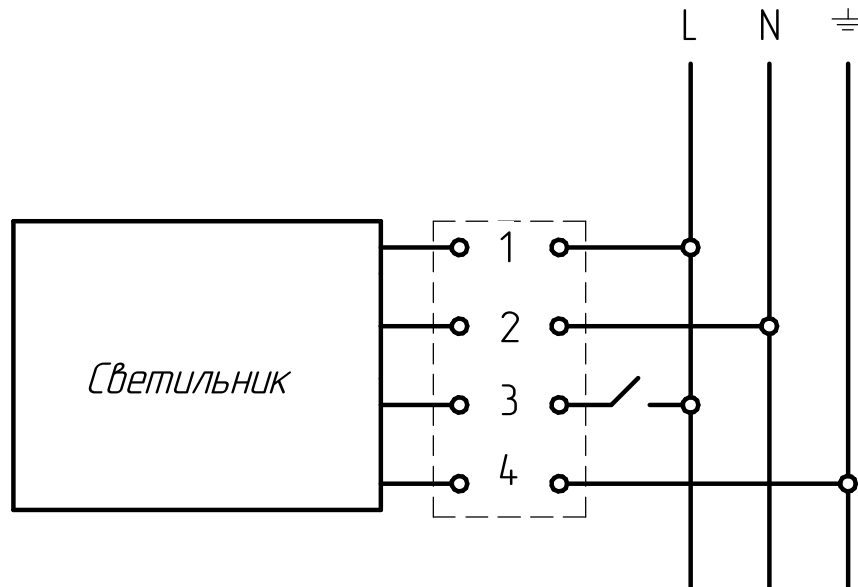

Рисунок 2 - Схема подключения светильников к сети
5.5 Подключите светильник к электрической сети согласно схеме (рисунок 2).